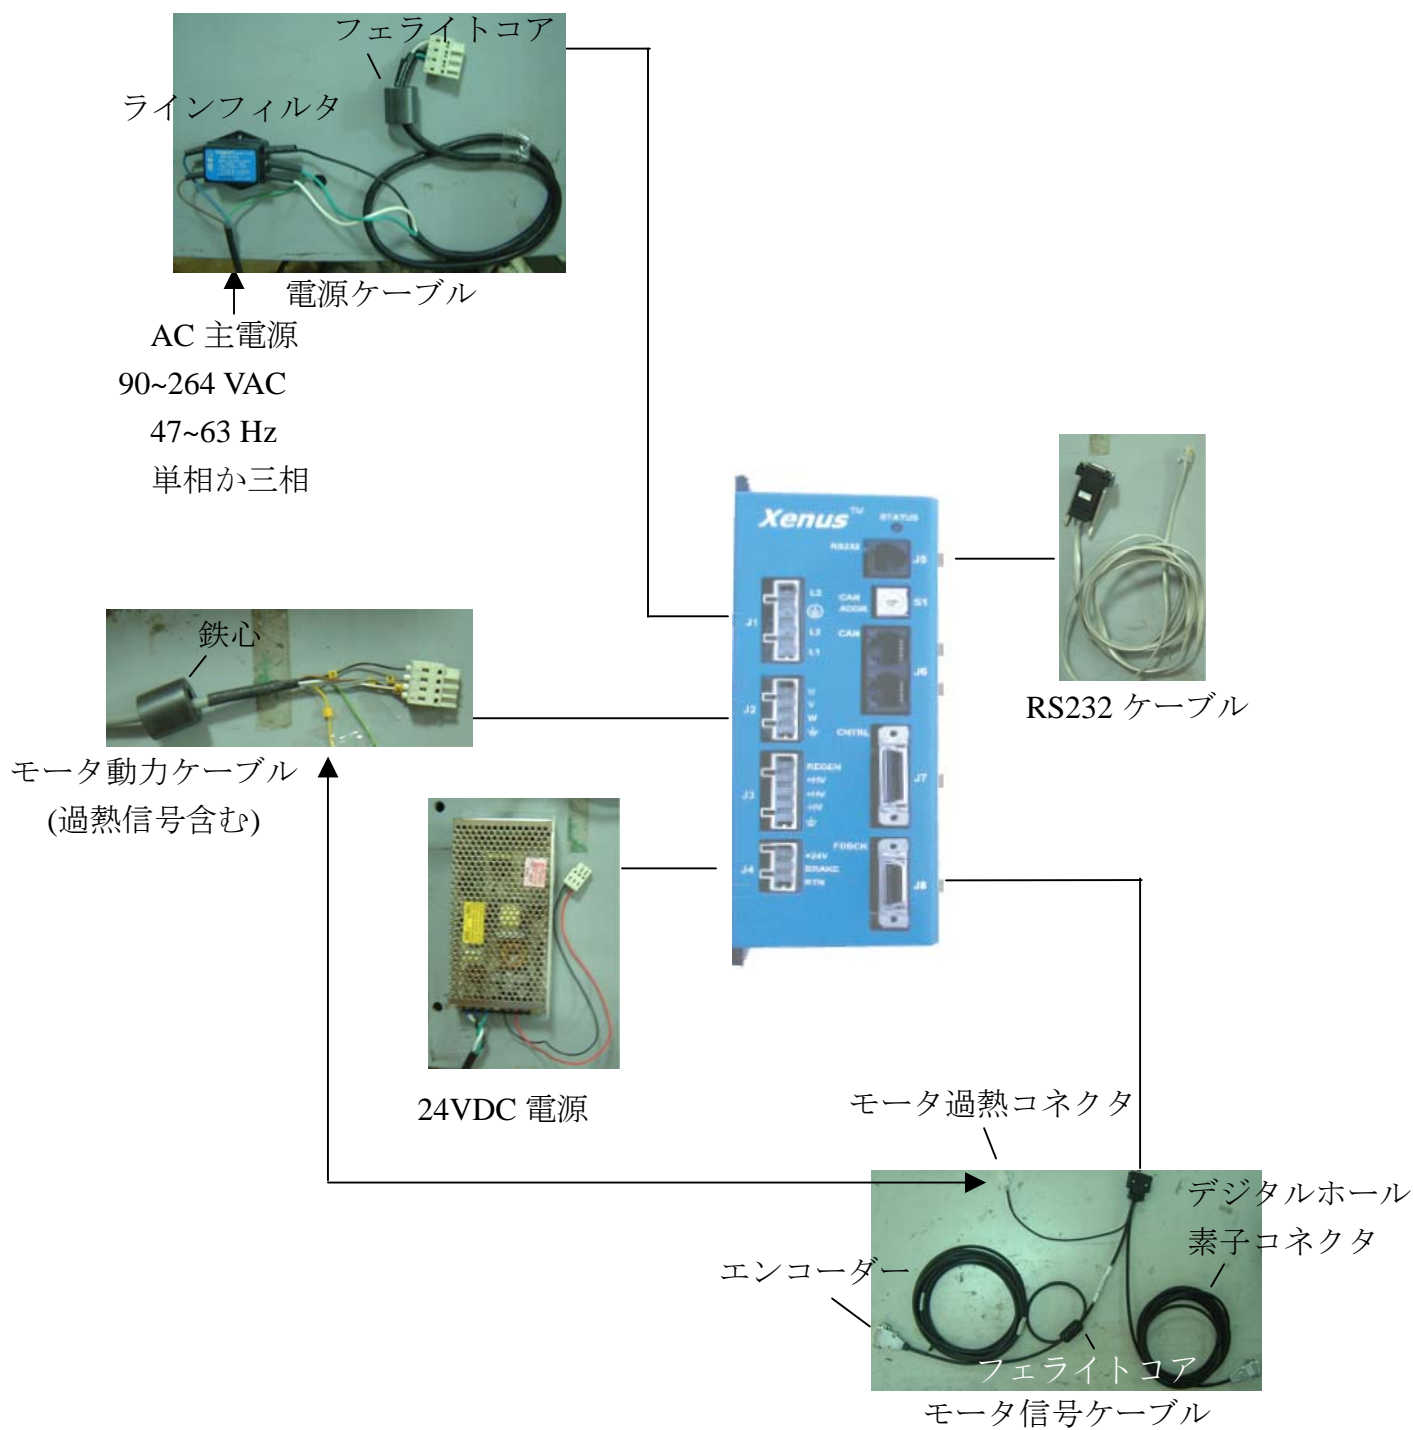

図 3 ドライバー周りの実際配線
- a. 図 3 を参考して、AC 主電源(J1)を接続ください。これはドライバーの中